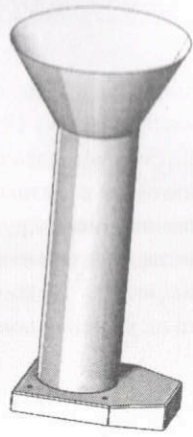

Рис. 1
1. Крышка с направляющей трубой и воронкой (рис.1)